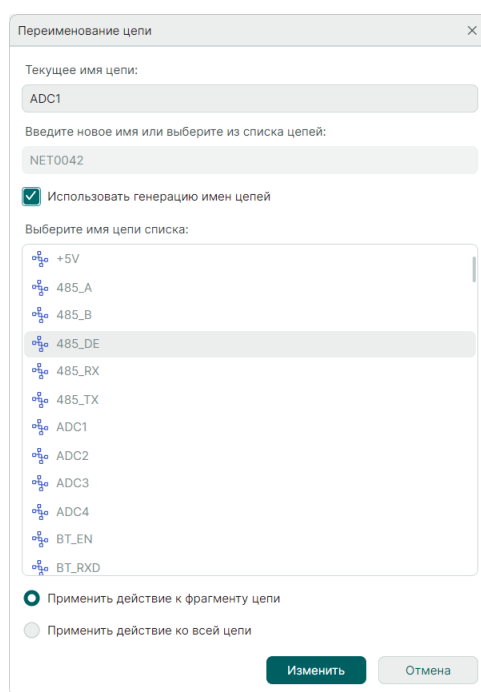

Рис. 125 Автогенерация имен
- Использовать автогенерацию имен цепей, поставив флаг «Использовать генерацию имен цепей», см. Рис. 125. При этом в поле «Введите новое имя или выберите из списка цепей:» система выведет будущее сгенерированное имя создаваемой цепи, а список имеющихся на схеме цепей будет недоступен для выбора.